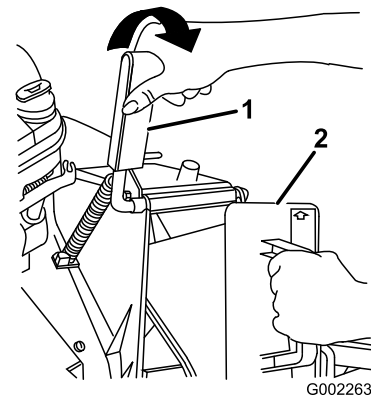

Figura 7
1. Abra la puerta de descarga tirando del manillar hacia atrás (Figura 7). Mientras inserta el tapón, sujete el tirador de la puerta para evitar que el muelle cierre la puerta.
2. Puesto que el tapón es algo más ancho que la abertura del conducto de descarga, gire el tapón ligeramente en el sentido de las agujas del reloj al insertarlo (Figura 7).